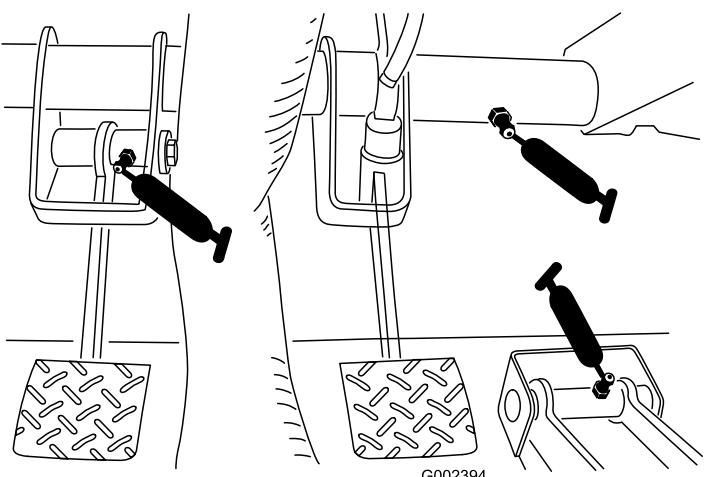

Рисунок 42
- Педали сцепления (1), акселератора (1), тормоза (1) (Рисунок 42)